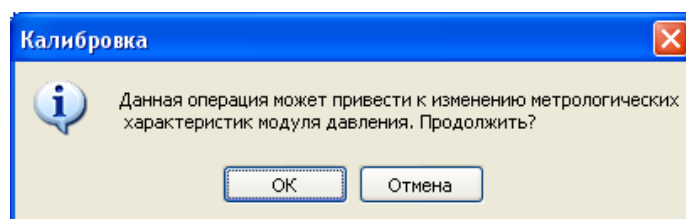
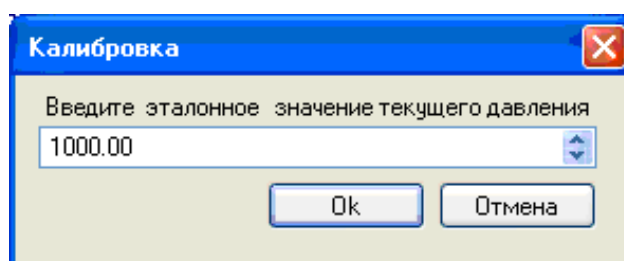

Рисунок 4.107 – Запрос на изменение калибровочной информации
Рисунок 4.108 – Ввод эталонного значения давления
- после установления показаний на модуле давления нажать кнопку «Калибровать»; ответив на запрос утвердительно (см. Рисунок 4.107), в программу следует ввести воспроизведенное на эталоне значение давления (см. Рисунок 4.108).